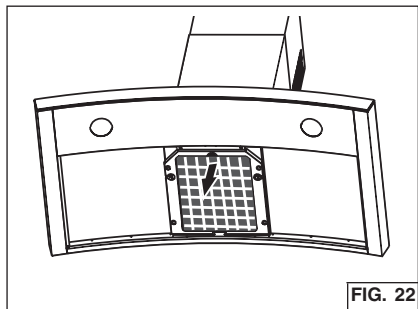

FIG. 22
1. Pour retirer le filtre à CHARBON, saisissez la languette du filtre et poussez-la vers l'arrière de la hotte. Tirez le filtre vers le bas pour dégager les languettes arrière du filtre. Fig. 22.